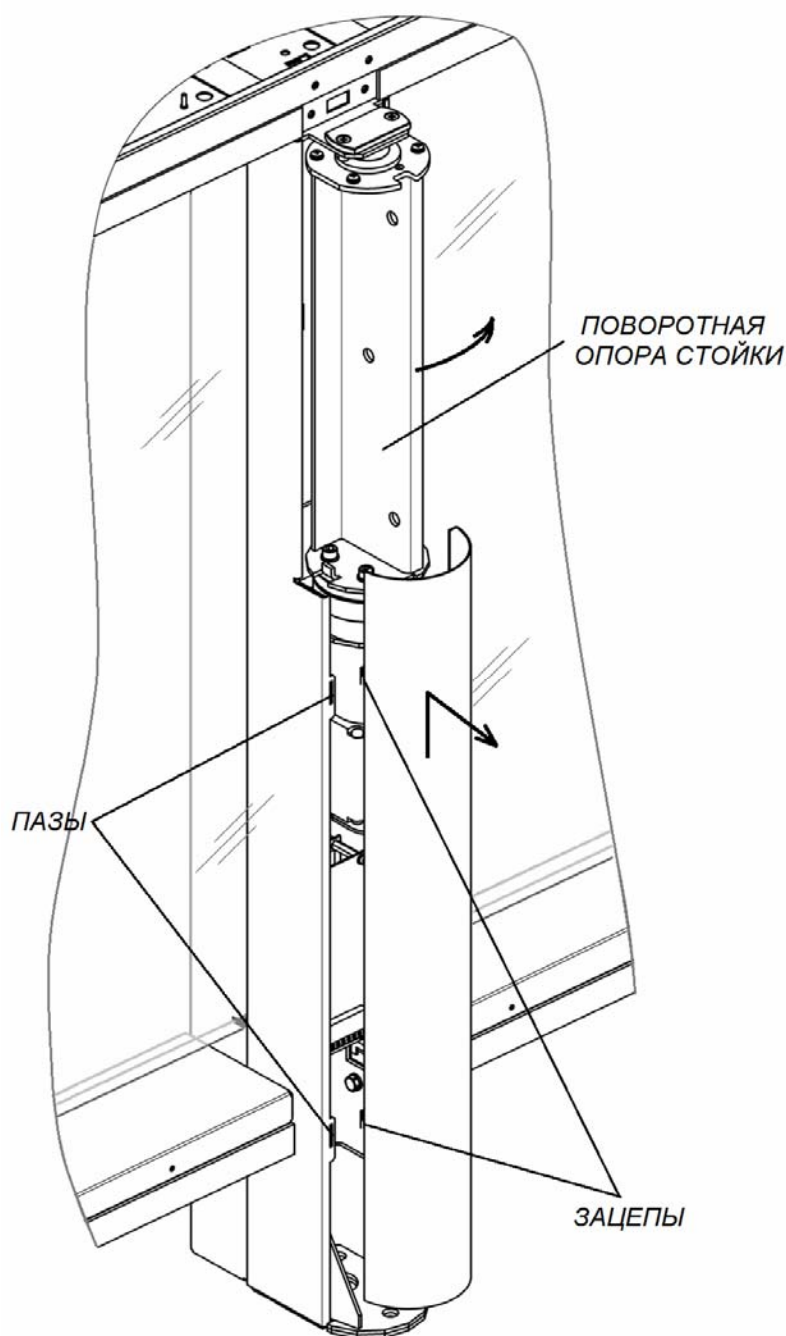

Рисунок 18. Снятие кожуха центральной стойки
- Демонтируйте кожух центральной стойки (5) (рис. 18, разд. 8.8.1).
Для снятия кожуха центральной стойки (5) – поверните поворотную опору створки в крайнее правое положение, затем сдвиньте кожух вдоль стойки вверх и на себя, выводя зацепы кожуха из пазов в центральной стойке (см. рис. 18).